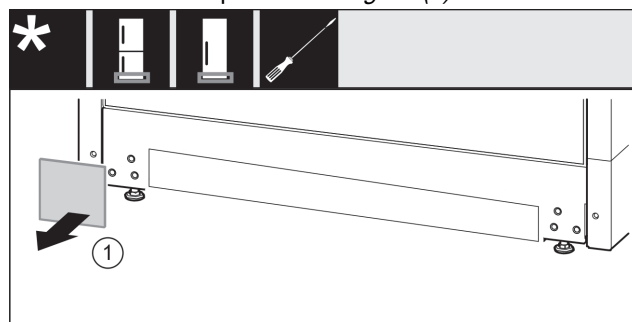

Fig. 15
- ▶ Снимите крышку. Fig. 15 (1)